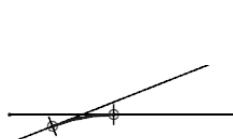
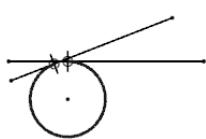

图 5.6.12 选择 (一)
图 5.6.13 “选择 (二) ”
- 如果选中“创建备选圆角”按钮 $\circlearrowleft$ ，则可以生成每一种可能的圆角（或按 Page Down 键选择所需的圆角），如图 5.6.12 和图 5.6.13 所示。